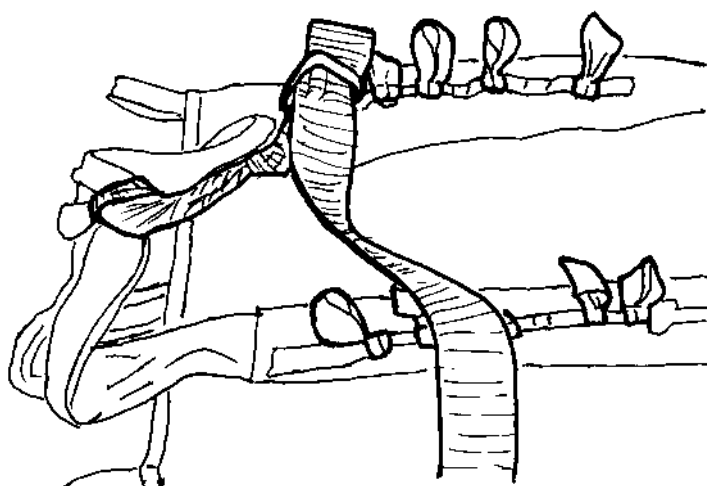

Figure 3.28 – Lovage de la S.O.A.
- lover la S.O.A. à raison d'une love par bracelet AP11 (figure 3.28), soit 5 loves.